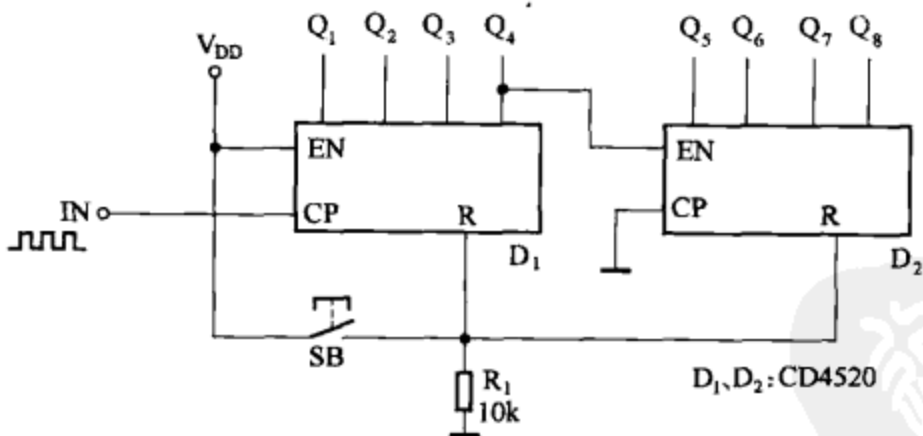

图 8-42
(1) 图 8-42 所示为 8 位二进制加法计数器电路，由两块 4 位集成计数器 CC4520 串行级联而成，计数信号由 D_1 的 CP 端输入，计数结果由 8 位二进制码表示，最大计数值为 $2^8 - 1 = 255$ 。SB 为清零按钮。